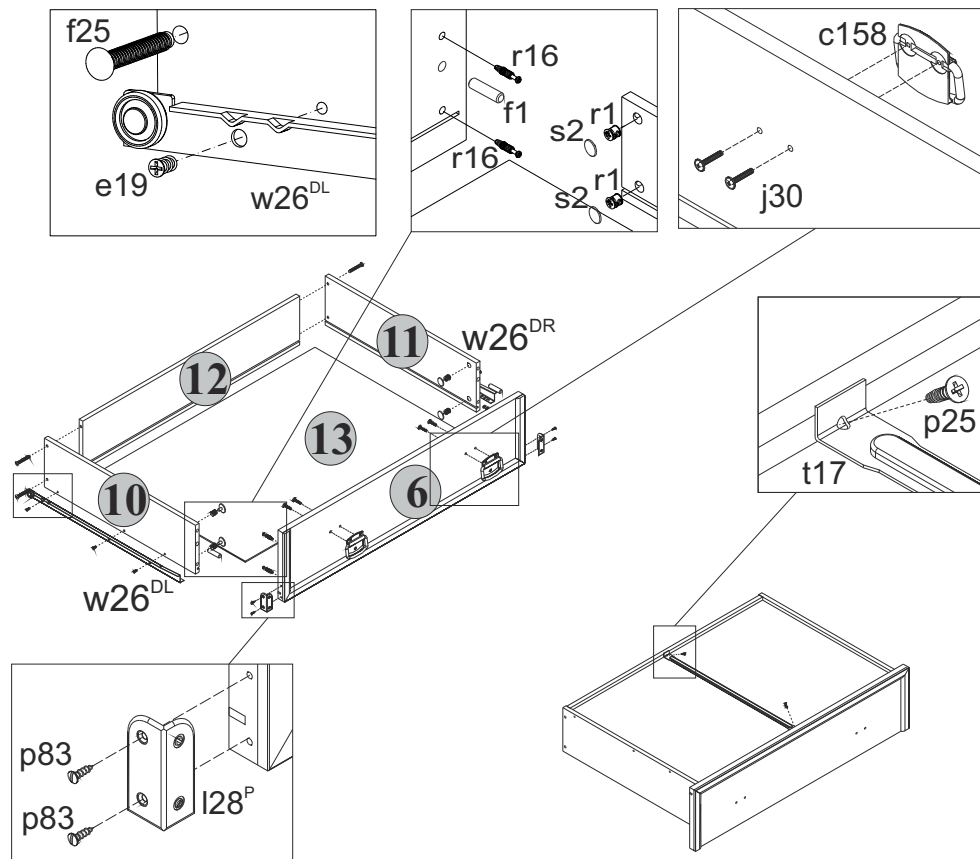

Рис. 3
- 5.15 В отверстия диаметром **8 мм** на передних кромках стенок боковых **10** и **11** корпусов выдвижных ящиков вбить деревянные шканты **f1** (**см.рис.3**).
- 5.16 В отверстия диаметром **15 мм** на внутренних поверхностях стенок боковых **10** и **11** корпусов выдвижных ящиков вставить стяжки эксцентриковые **g1** (**см.рис.3**).
- 5.17 В отверстия диаметром **5 мм** на внутренних поверхностях панелей передних **6** и **7** ящиков выдвижных с помощью крестообразной отвертки вкрутить винты стяжки **г16** (**см.рис.3**).
- 5.19 Соединить панель переднюю **6** с корпусом ящика выдвижного и затянуть стяжки эксцентриковые **г1**, пользуясь специальным ключом **z1**. Закрывать стяжки эксцентриковые заглушками **s2** (**см.рис.3**).